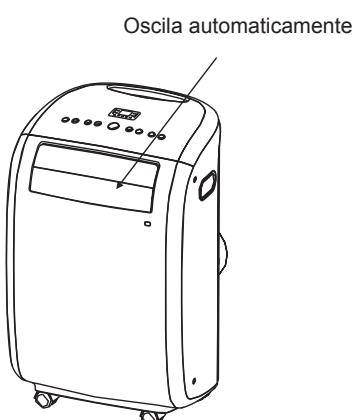

Fig. 4
- Ajuste o sentido do fluxo do ar automaticamente (Fig. 4):